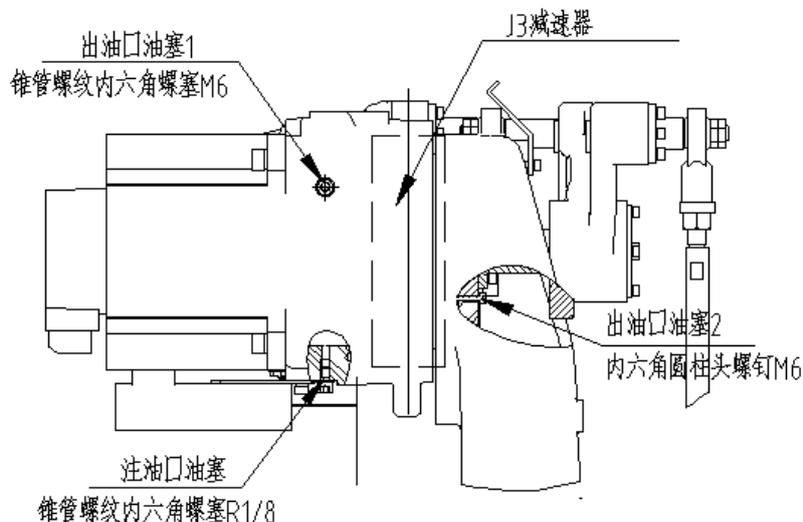

图 13 J3 轴减速机局部结构
(1) 油脂补充步骤（参考 图 13）
（2）油脂更换步骤（参考 图 13）